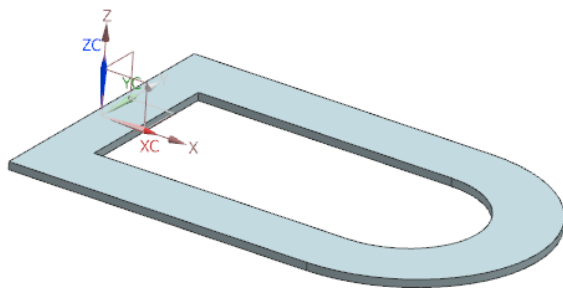

图 5-12 创建法向除料特征
(5) 在“法向除料”对话框中选择“切割方法”为“厚度”，选择“限制”方式为“直至下一个”。单击按钮，创建法向除料特征，如图 5-12 所示。